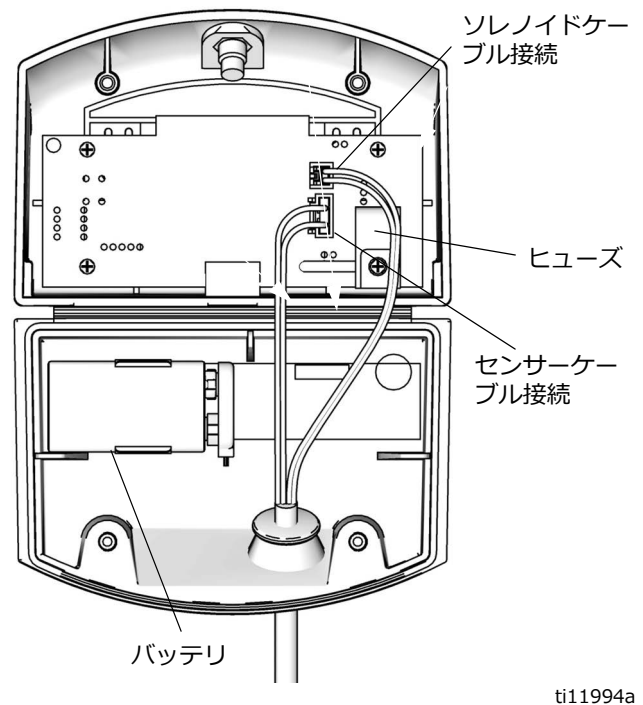

図 20: DataTrak バッテリーとヒューズ位置
5. 使用済みバッテリーを取り外し、認可されたバッテリーと交換します。図 20 を参照してください。